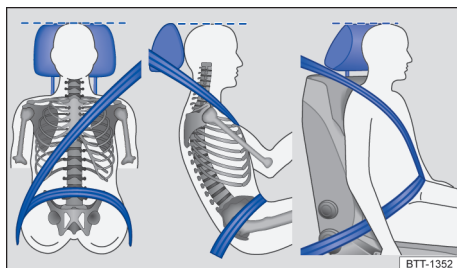

Fig. 31 Posição correta do cadarço do cinto de segurança e ajuste correto do apoio para cabeça.
- Deixar o cinto de segurança sempre plano e sem o cadarço torcido sobre o corpo. Se necessário, esticar um pouco o cadarço do cinto de segurança → Fig. 31.